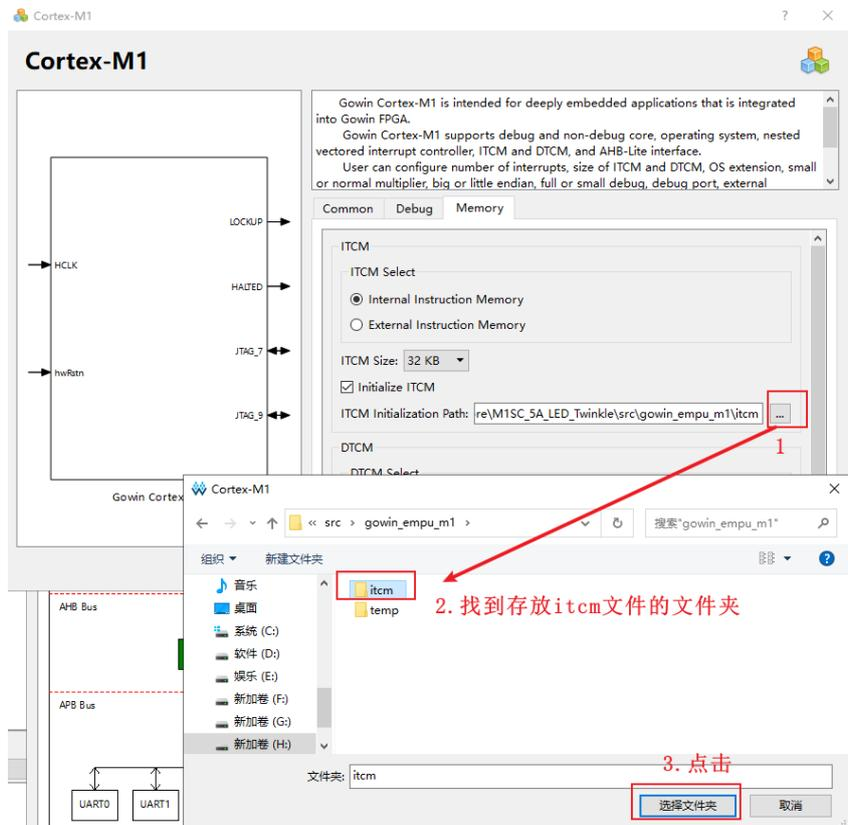

图 1-24 初始化 ITCM 文件
4. 点击 `gowin_empu_m1.ipc` 文件，进入 Cortex-M1 配置界面，在 Memory 配置界面下，找到 ITCM 初始化文件配置，点击  找到我们刚刚建立的存放 `itcm` 文件的文件夹路径，如下图 1-24 所示。